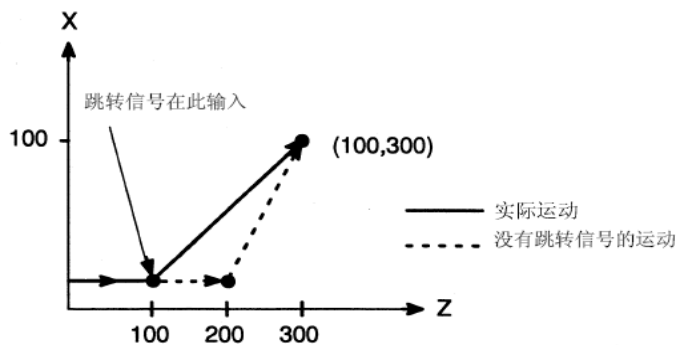

图 3-53
- 3) G31的下一个程序段是2个轴的绝对坐标编程, 如图3-53所示。